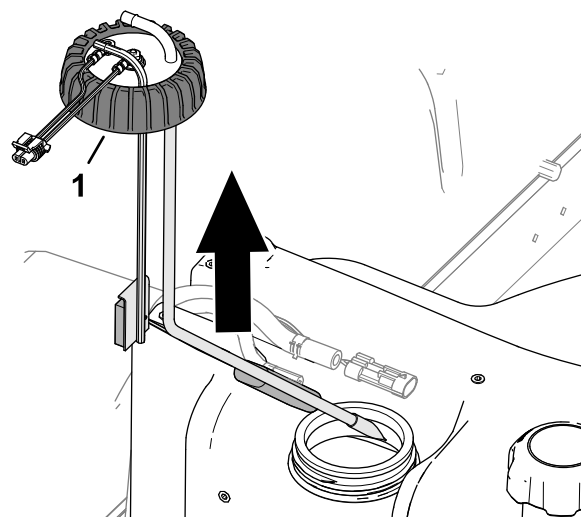

**Figure 88**
4. Éloignez les colliers qui fixent les flexibles sur les raccords vers l'intérieur du transmetteur de niveau de carburant, et débranchez les flexibles des raccords (Figure 88).